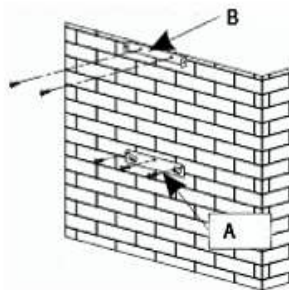

fig. 3
- Segnare sul muro i 3 fori che bisogna realizzare utilizzando il gancio di sospensione della cappa fornito e rispettando la distanza consigliata (fig. 3) - Realizzare i 3 fori di 8 mm nella posizione adeguata e inserire i perni.
- Avvitare il supporto per il fissaggio della cappa assicurandosi che sia bene a livello (fig. 3).
- Calcolare l'altezza finale per avvitare il contrafforte a U del supporto della canna fumaria (fig. 3).
- Realizzare i 2 fori di 8 mm e avvitare la flangia di supporto della canna fumaria prestando attenzione affinché stia bene nell'asse della cappa (fig. 3).